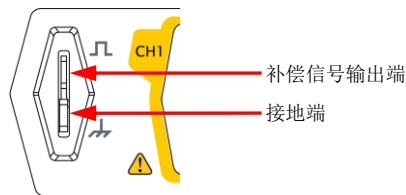

图 10 使用补偿信号
2. 将探头的接地鳄鱼夹连接至图 10 所示的“接地端”。
3. 使用探头连接示波器的通道 1（CH1）输入端和图 10 所示的“补偿信号输出端”。